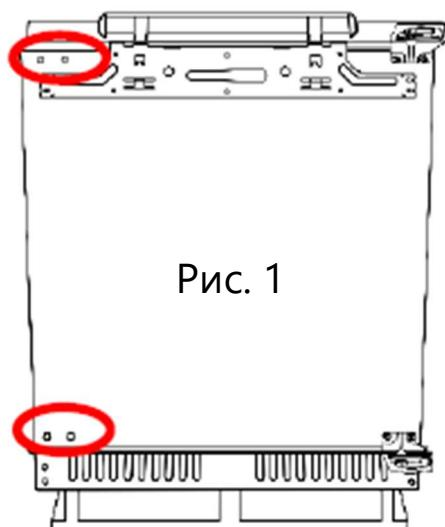

Рис. 1
1. Снимите 4 крышки с резьбовых отверстий на передней части двери прибора сверху и снизу (Рис.1)